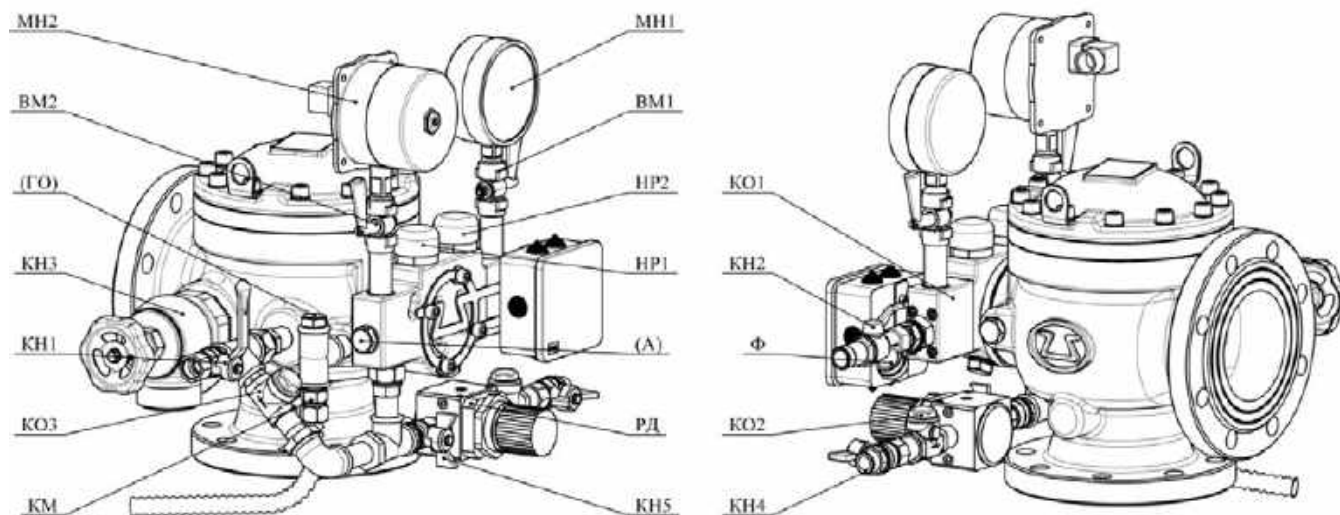

Рисунок 3 - Узел управления спринклерный воздушный
7.5 Установку УУ в дежурный режим выполнять в следующей последовательности (рисунок 3):
- провести проверку работы кранов КН1, КН2, КН3, КН4, клапана редукционного РД (рисунок 3) на герметичность уплотнений, при необходимости заменить;
– провести разборку фильтра Ф (рисунок 3), почистить сетку, собрать фильтр;